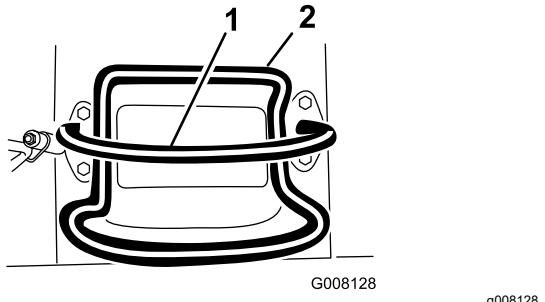

Figura 7
- Per arrestare la macchina, rilasciate il controllo della trazione (Figura 7).